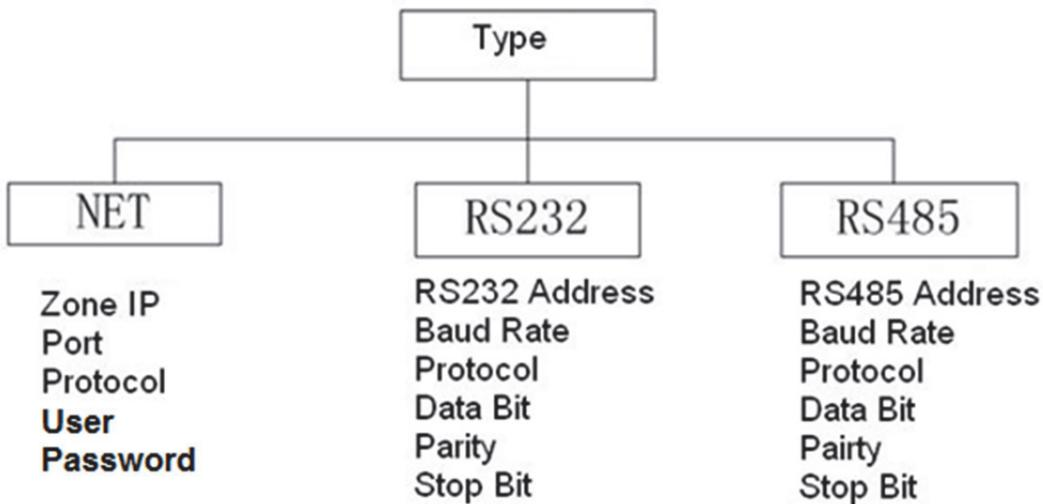

Figure 2-10
- ID : il s'agit du numéro d'identification (ID) permettant de reconnaître rapidement l'appareil.
- Associer : Les options comprennent : NET/RS232/RS485. Veuillez sélectionner un type et définir les paramètres correspondants. L'interface est illustrée à la Figure 2-10.